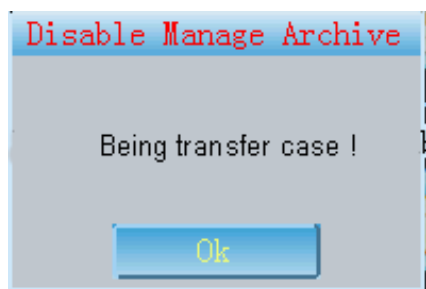

Fig. 13-10-3
- 4 Après avoir lancé le logiciel d'analyse synchronisée, cliquer Archive Management function pour charger le cas et l'interface de la Fig.13-10-3 apparaît.